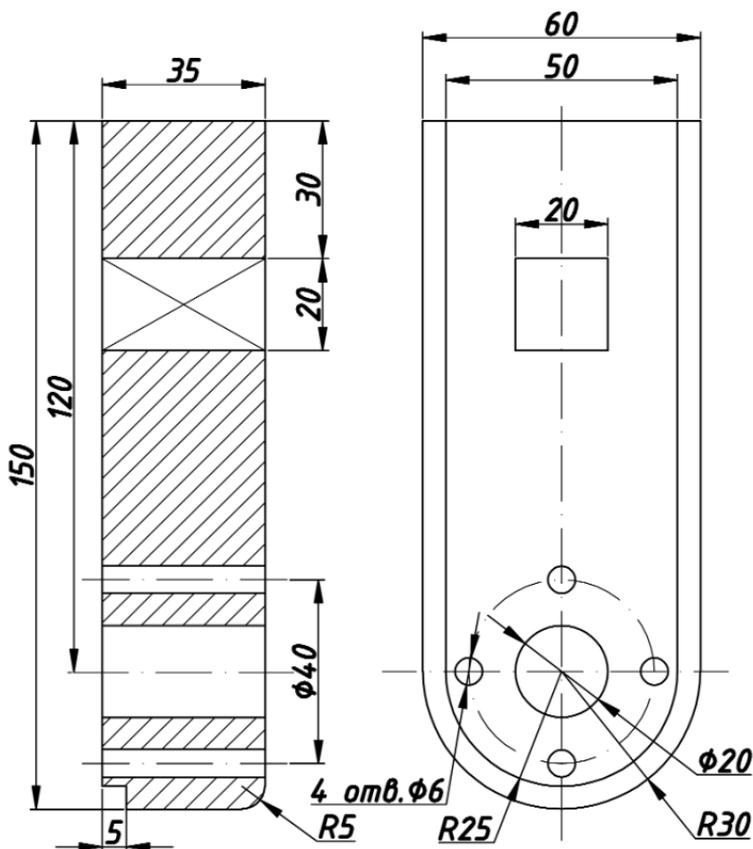

Рис. 5.9. Повернутый чертеж
11. Повернуть все изображение на 90° (рис. 5.9) с помощью команды **Rotate** (Повернуть).
- на запрос команды `Select object`: (Выберите объект:) ввести с клавиатуры (латинская раскладка) букву C, затем выделить с помощью рамки растягиваемую часть изображения (верхняя часть изображения на рис. 5.9) и нажать клавишу **Enter**;